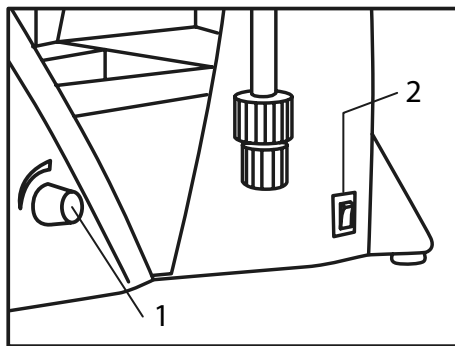

Figura 9.
1. Encendido de la fuente de luz (Figura 9).
a) Gire la perilla de ajuste de la fuente de iluminación (potenciómetro) al mínimo (1) y encienda el interruptor de encendido (2) (posición “I” de encendido).
b) Gire la perilla de ajuste de fuente de iluminación (1) para aumentar o disminuir el brillo y obtener una iluminación óptima.